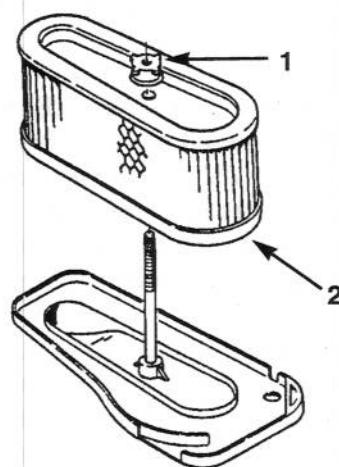

Fig. 30
5. Svitate il dado di gomma e togliete il filtro di carta (Fig. 30).
- Inserite il filtro dell'aria al completo sull'asta lunga. Ora avvitate con le dita il dado di gomma contro il filtro dell'aria (Fig. 30).